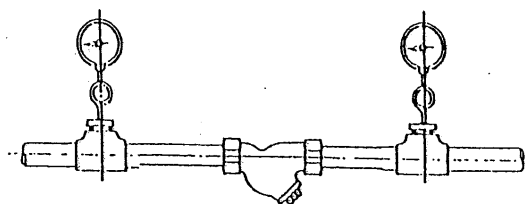

图 1
[7. 参照 管道图例 图 1]
(2) 使阀帽向下安装过滤器。 [7. 参照 管道图例 图 1]